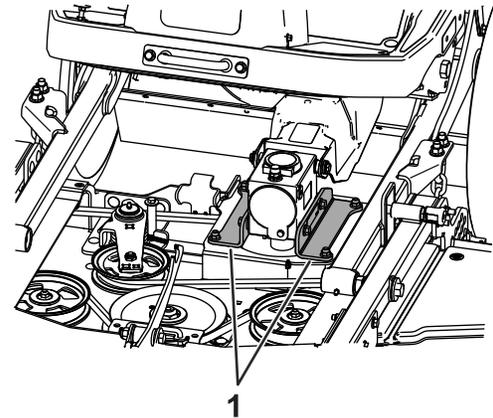

Figura 2
4. Retire las pletinas existentes de la caja de engranajes (Figura 2).